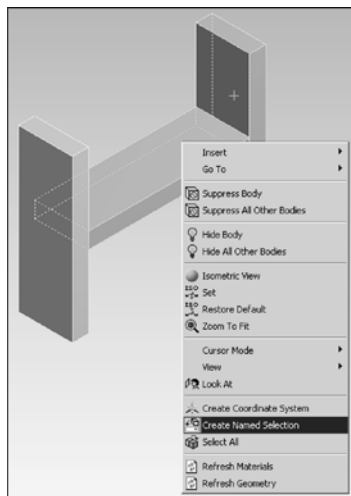

图 5-36 图形窗口中创建 Named Selection
3) 在图形窗口中选择对象后右击,在弹出的快捷菜单中选择“Create Named Selection”命令,如图 5-36 所示。